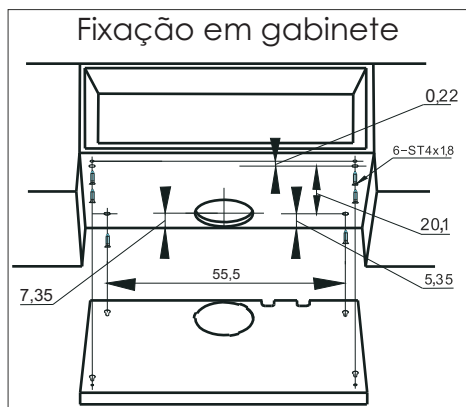

Fig.3
-Para fixação superior, onde será instalado o duto para exaustão vertical, utilize a indicação da fig. 3.